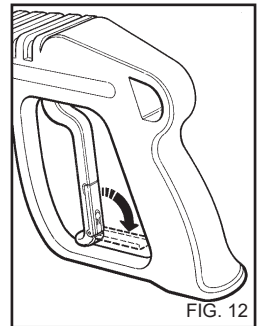

FIG. 12
- Включите предохранитель на пистолете, если не будете использовать аппарат (Рис. 12).